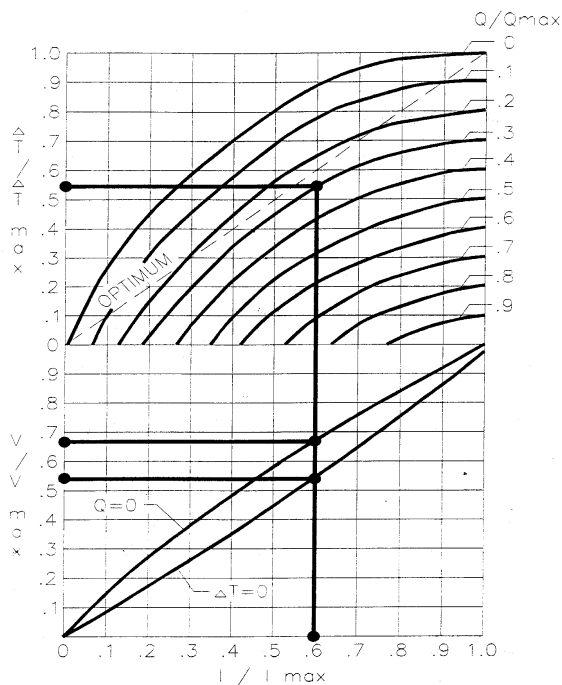

Figura 7: curva universal de refrigeración
- Calculamos los valores de alimentación del sistema, V_{max} , I_{max} , y también Q_{max} . Para esto habrá que trabajar con DT y con la curva universal de refrigeración de la figura 7, en la que las rectas pertenecen a un ejemplo de cálculo.